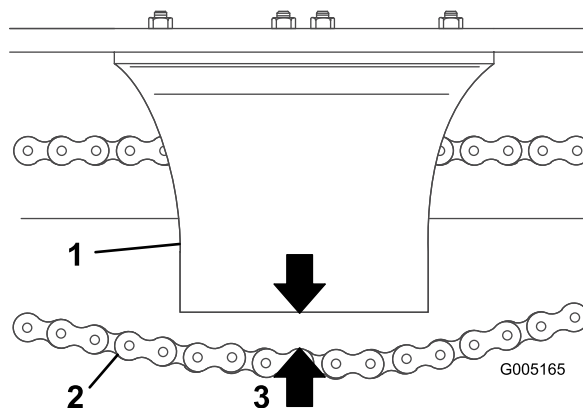

Рисунок 33
(Рисунок 33). Если провисание цепи не находится в пределах от 3,8 до 6,35 см, отрегулируйте натяжение (см. раздел Регулировка натяжения приводной цепи (страница 37)).
6. Отрегулируйте болт натяжения цепи так, чтобы расстояние между нижней частью ограждения цепи и нижней ветвью цепи было в пределах от 3,8 до 6,35 см (Рисунок 33).